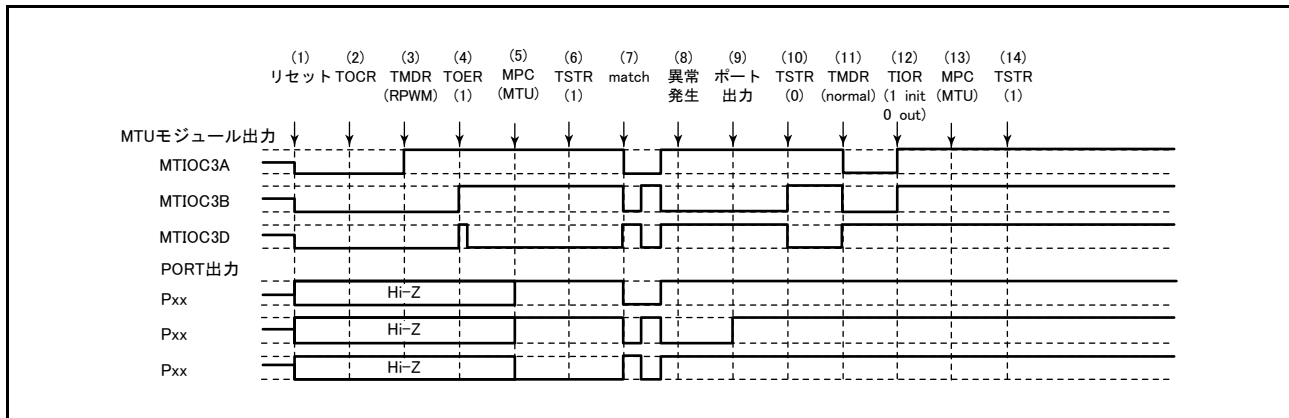

図 22.170 リセット同期 PWM モードで異常が発生し、ノーマルモードで復帰する場合
リセット同期 PWM モードで異常が発生し、再設定後ノーマルモードで再スタートする場合の説明図を図 22.170 に示します。
(1) ~ (10) は図 22.170 と共通です。
(11) PWM モード 1 を設定してください (MTU 出力は正相側が Low、逆相側が High となります)。
(12) TIOR レジスタで端子を初期化してください (PWM モード 1 では MTIOCnB (MTIOCnD) 端子に波形が出力されません。出力すべきレベルがある場合は、I/O ポートのポート方向レジスタ (PDR)、ポート出力データレジスタ (PODR) で汎用出力ポートの設定をしてください)。
(13) MPC と I/O ポートのポートモードレジスタ (PMR) で MTU 出力としてください。
(14) TSTRA レジスタで再スタートします。
(28) リセット同期 PWM モードで動作中に異常が発生し、相補 PWM モードで再スタートする場合の動作
- (11) TOERA レジスタで MTU3、MTU4 の出力を禁止してください。
- (12) TOCR1A、TOCR2A レジスタで相補 PWM の出力レベルと周期出力の許可禁止を選択してください。
- (13) 相補 PWM を設定します (MTU の周期出力端子は Low になります)。
- (14) TOERA レジスタで MTU3、MTU4 の出力を許可してください。
- (15) MPC と I/O ポートのポートモードレジスタ (PMR) で MTU 出力としてください。
- (16) TSTRA レジスタで再スタートします。
(29) リセット同期 PWM モードで動作中に異常が発生し、リセット同期 PWM モードで再スタートする場合の動作
(11) MPC と I/O ポートのポートモードレジスタ (PMR) で MTU 出力としてください。
(12) TSTRA レジスタで再スタートします。
(13) コンペアマッチの発生によりリセット同期 PWM 波形を出力します。